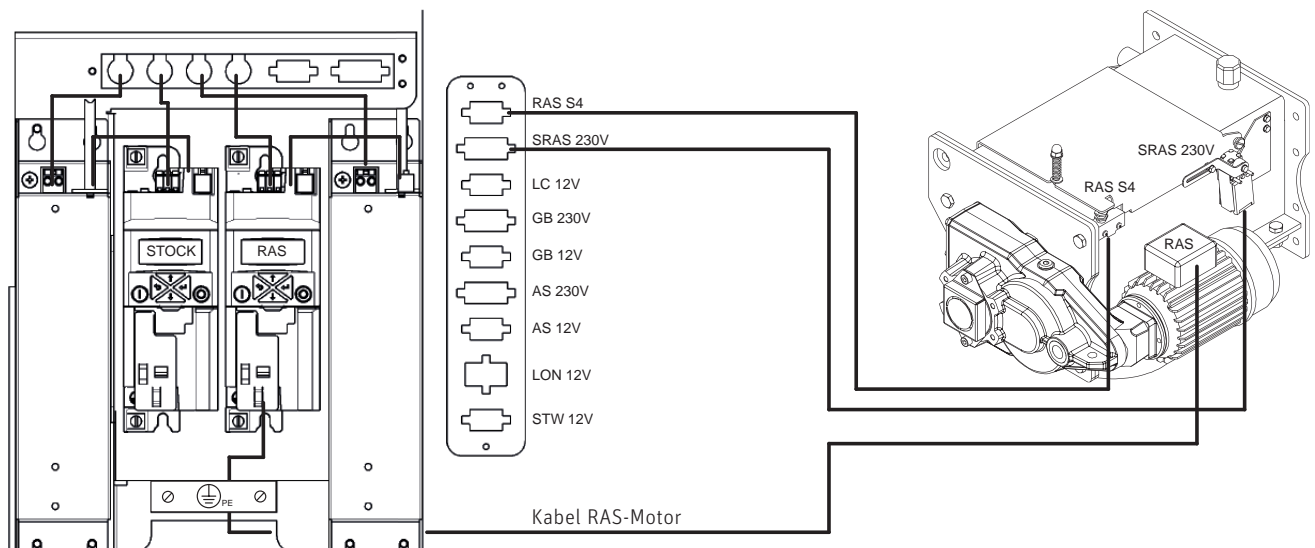

Fig. 162 Stecker RAS S4 und SRAS 230V vom Übergabeblock anstecken
- Beide Kabel (RAS S4) und SRAS 230V) vom Übergabeblock an Anschlusskonsole anstecken – Fig. 162.